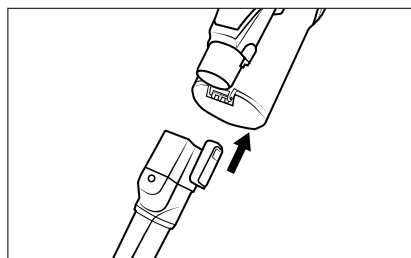

Fig. 14
- ◆ Împingeți accesoriul în țeava de aspirare 24 sau în orificiul de aspirare al aparatului până și se fixează în poziție cu un clic (a se vedea fig. 14). Atenție la poziția de fixare corectă.